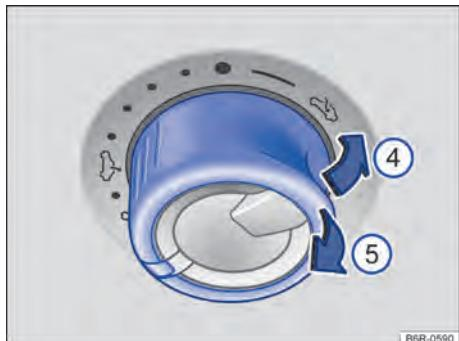

Fig. 65 No revestimento do teto: interruptor para levantar o teto de vidro.
- *Levantar totalmente:* pressionar brevemente a parte de trás do interruptor → Fig. 65 ④.
- *Parar o curso automático:* pressionar ou puxar brevemente o interruptor → Fig. 65 ④ ou → Fig. 65 ⑤ novamente.
- *Fechar totalmente:* puxar brevemente a parte de trás do interruptor → Fig. 65 ⑤.
- Dentro de aproximadamente 5 segundos após a liberação do limitador de força, puxar a parte de trás do interruptor no sentido da seta → Fig. 65 ⑤ até que o teto de vidro esteja completamente fechado.